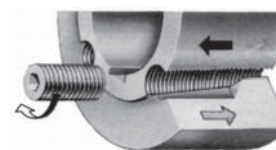

Abb. 4
1. Alle Schrauben lösen und entfernen. Je nach Spannbuchsengröße 1 oder 2 Schrauben gefettet in die halben Abdrückgewinde der Spannbuchse einschrauben (Abb. 4).